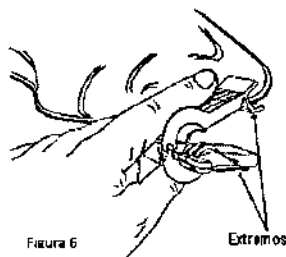

Figura 6
2. Colocar la pinza alrededor del puerto de salida de la solución con el borde hacia fuera de la bolsa. Ajustar la pinza sobre el puerto de salida. Ver Figura 6.